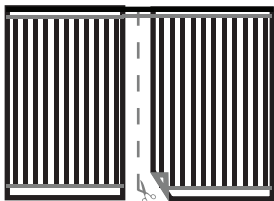

рис. 2 (разрез пленки)
7. Разрежьте термопленку на полосы нужного вам размера. Резать термопленку можно только по специальным линиям отреза, которые обозначены на термопленке и расположены через каждые 25 см. (рис.2). Резать термопленку лучше на полосы максимально возможной длины (но не более 8 пог. м), чтобы уменьшить количество точек подключения.